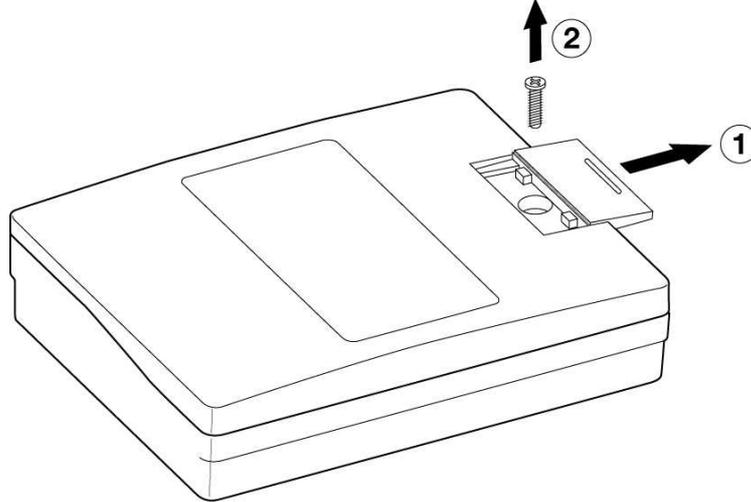

Figure 2
1. Ouvrir le module radio MR16 comme illustré en figure 2.